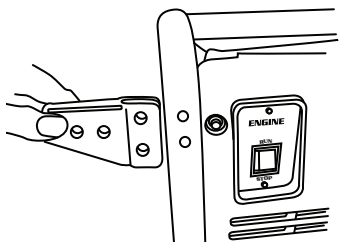

FIGURA 10: Soporte de manija al armazón
1. Sostenga el soporte de la manija sobre los orificios del armazón como se muestra en la Figura 10.